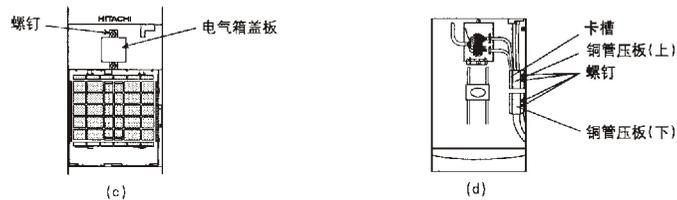

图16
(1) 按图16所示依次拆下吸风面框、空气滤尘网、电气箱盖板及铜管压板。